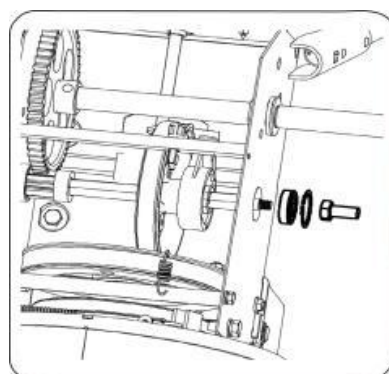

Рисунок 32
3. Аккуратно выньте шестигранную гайку и шайбу, крепящую (см. рис.32) шестигранный вал к раме снегоуборщика и слегка постучите по концу вала для смещения шарикоподшипника относительно правой стороны рамы.